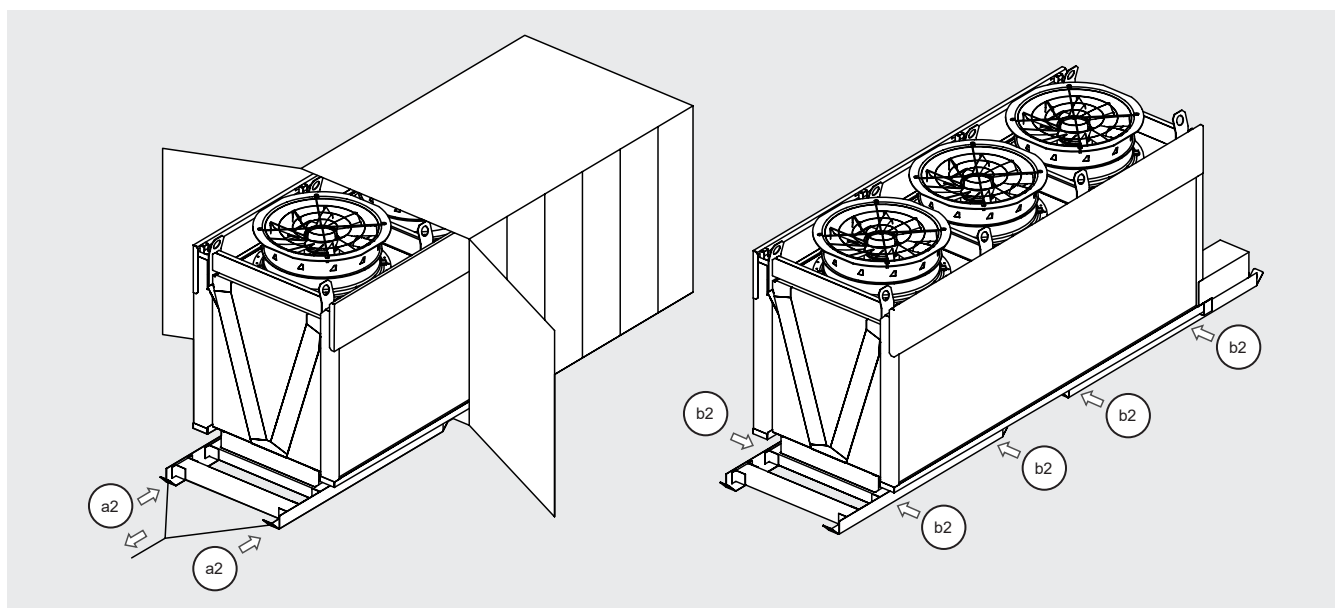

Figure 6
- 5.4 Si le modèle est emballé dans un conteneur, utilisez les deux boulons à œil (a2) pour sortir le modèle. Tirez lentement et sans à-coups. Utilisez un chariot élévateur (positionné sur le côté) ou équivalent pour tirer le modèle hors du conteneur. Dévissez les boulons (b2) pour libérer la glissière. Voir la Figure 6.